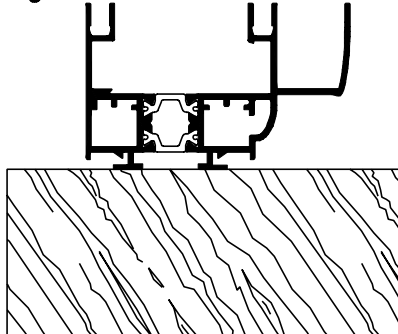

fig. 2
- 2 - Positionner le bouclier dans le profilé (fig. 2).